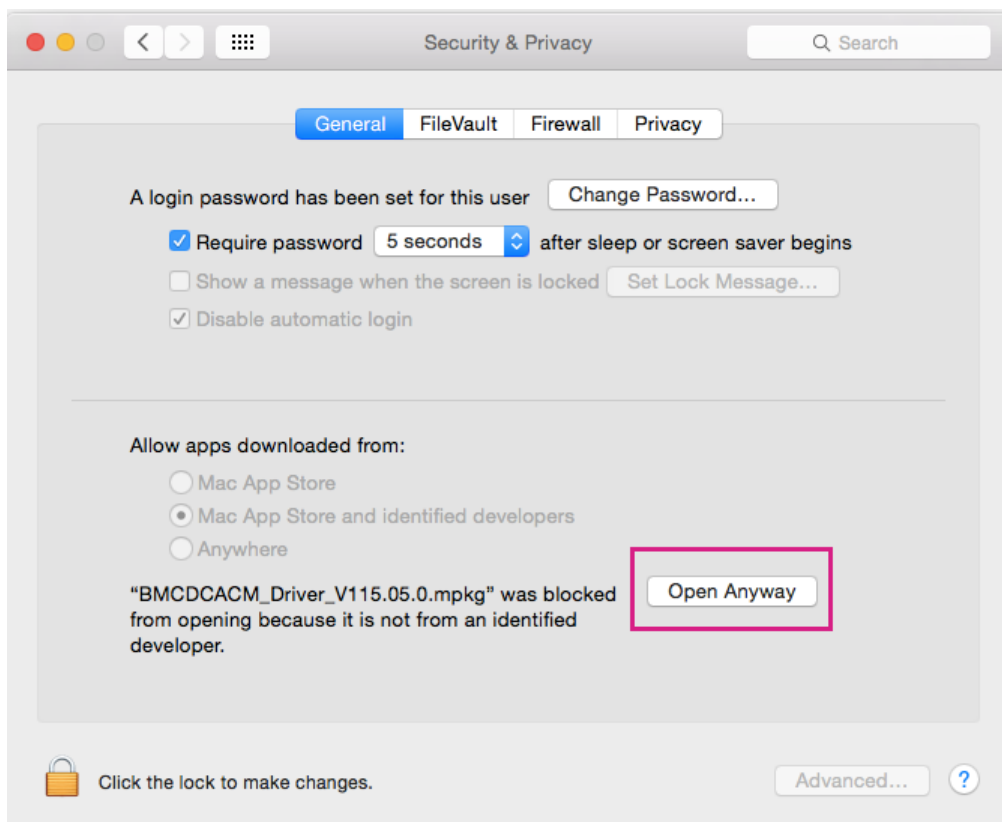

图 28 BROM USB 驱动程序安装许可配置
2) 在一般标签里电击 Open Anyway (如图 28)。